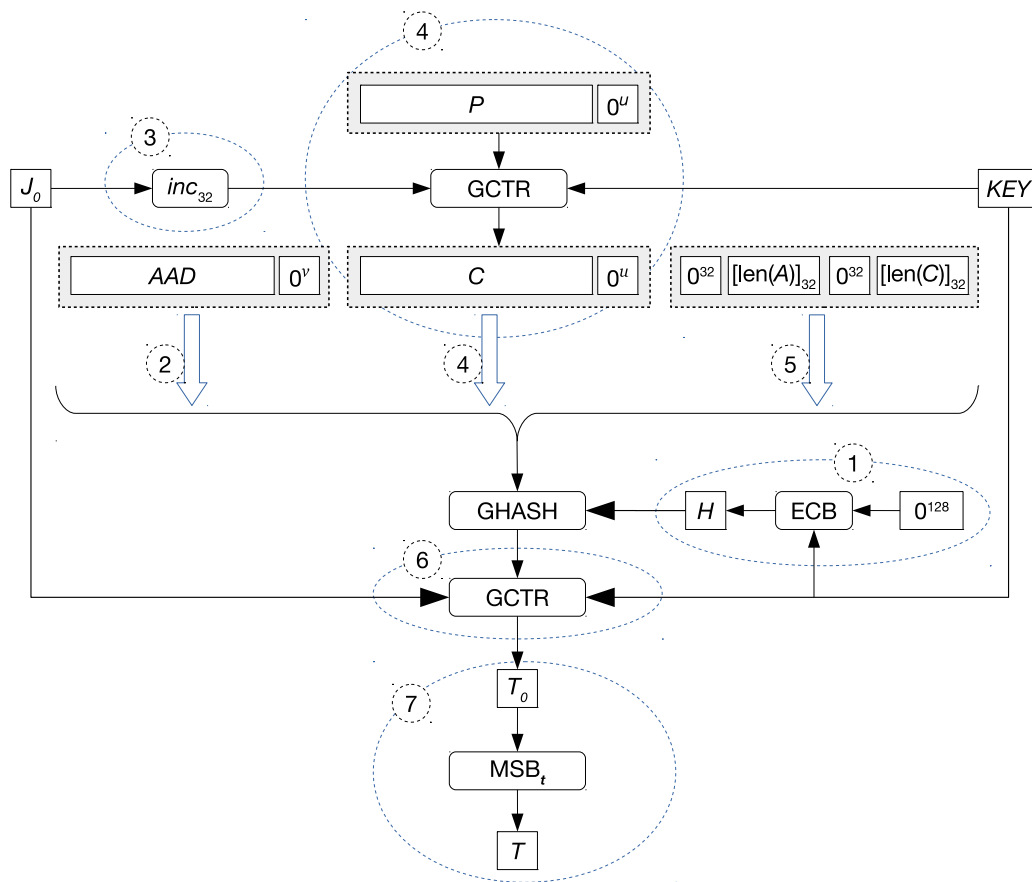

图 19-12. GCM 加密操作流程
ESP32-S2 中 AES 加速器直接支持 GCM 算法（更多信息，请见 NIST SP 800-38D 标准）。值得注意的是，考虑到实际使用中很少会使用长度超过 $2^{32} - 1$ 比特的 AAD 、 C 和 P ，我们在算法中将 AAD 、 C 和 P 的长度限制在 $2^{32} - 1$ 比特之内。图 19-12 显示了 ESP32-S2 内置 AES 加速器实现 GCM 加密算法的流程。
GCM 解密运算与 GCM 加密运算基本相同，仅有一处差别：在图 19-12 中的步骤 4 中，使用 GCTR 算法对封装后的密文做解密运算，得出明文。此处不再赘述。
在 GCM 操作中，哈希子密钥 (H) 是一个 128-bit 的值，由硬件计算求出，即图 19-12 中的步骤 1，对应 NIST SP 800-38D 标准中“7 GCM Specification”中的“Step 1. Let $H = \text{CIPH}_K(0^{128})$ ”描述。
在 GCM 操作中， J_0 是一个 128-bit 的值，由软件计算求出，将参与到图 19-12 中的步骤 3 和步骤 6 的计算中。具体的计算方式在 NIST SP 800-38D 标准中的“7 GCM Specification”章节部分有明确定义。请参阅 NIST SP 800-38D 获取更多算法标准的相关信息。
认证标签 (Authenticated Tag，简称为 Tag) 是 GCM 计算的最终结果之一，由软件完成计算，对应图 19-12 中的步骤 7，具体取值由长度参数 t ($1 \leq t \leq 128$) 决定：